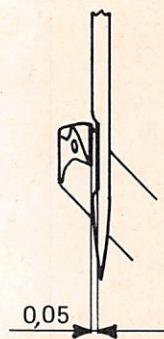

Fig. 17
2. Per ottenere la quota 0,05 (fig. 17) che rappresenta la distanza fra la punta del crochet e l'incavo dell'ago durante la sua corsa da destra a sinistra allentare la vite G (fig. 18) e registrare facendo ruotare l'albero H.
2. To obtain distance 0.05 mm. (fig. 17) which represents the distance between the point of the looper and the needle notch during its stroke from right to left, slacken screw G (fig. 18) and adjust by turning shaft H.